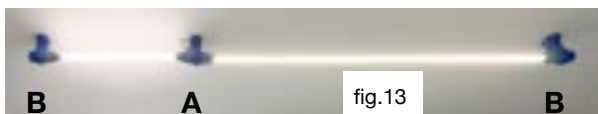

fig.13
- **NB** Ripetere l'operazione per la seconda basetta B, come è stato fatto in precedenza, se si sta installando il kit ovoled doppio (Cod. OVO 502 doppio). Vedi immagine pag. 2 (fig.13)
Esempio di installazione kit ovoled doppio (Cod. OVO 502 kit doppio) con due tubi a LED di differenti lunghezze (fig.13)